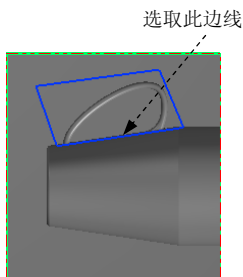

图 21.19 绘制边界
Step1. 绘制边界。单击顶视图按钮，选择下拉菜单 **C 绘图** → **L 任意线** → **E 绘制任意线** 命令，系统弹出“直线”工具栏，绘制图 21.19 所示的图形（只需绘制大概轮廓即可，具体操作参看操作录像）。单击按钮，完成任意直线的绘制。
(2) 单击“刀具路径的曲面选取”对话框中的 **边界范围** 区域的按钮，系统弹出“串联选项”对话框，采用“串联方式”选取图 21.19 所示的边线。单击按钮，系统返回至“刀具路径的曲面选取”对话框。单击按钮，系统弹出“曲面残料粗加工”对话框。